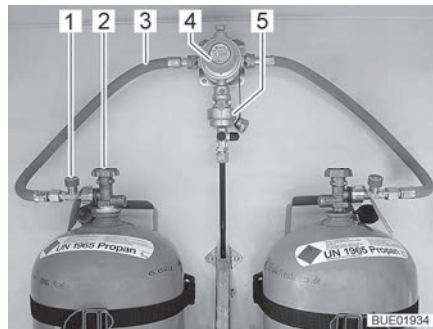
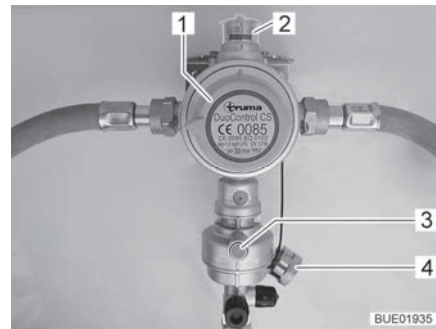
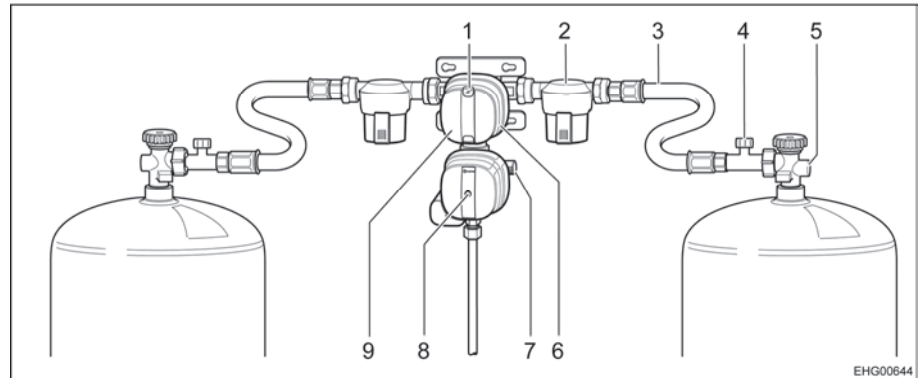

Fig. 69 Bombole del gas con DuoControl
Fig. 70 Impianto di regolazione DuoControl
Fig. 71 Impianto di regolazione pressione gas DuoControl CS
L'impianto di regolazione DuoControl consiste in una valvola di commutazione (Fig. 69,4) e un sensore crash (Fig. 69,5). L'impianto di regolazione DuoControl è installato tra i tubi flessibili del gas (Fig. 69,3) con un dispositivo antirottura del tubo flessibile (Fig. 69,1). Con la manopola (Fig. 70,1) sulla valvola di commutazione è possibile stabilire quale delle bombole del gas viene utilizzata come bombola in uso e quale come bombola di riserva. Nella finestra di controllo (Fig. 70,2) viene visualizzato lo stato del rifornimento di gas:
Il funzionamento con una sola bombola del gas è consentito, ma in questi casi il collegamento aperto deve essere assolutamente chiuso con una copertura cieca (Fig. 70,4).
Il sensore crash blocca l'alimentazione del gas in caso di forti vibrazioni (es. incidente). Il sensore crash viene azionato mediante pressione del tasto reset verde (Fig. 70,3).
Il dispositivo antirottura del tubo flessibile (Fig. 69,1) blocca il flusso di gas quando il tubo flessibile collegato si rompe. Il dispositivo antirottura del tubo flessibile deve essere attivato premendo il tasto verde.
L'impianto di regolazione DuoControl consiste in una valvola di commutazione con sensore crash (Fig. 71,9). L'impianto di regolazione DuoControl è montato tra i tubi flessibili per alta pressione (Fig. 71,3) con dispositivo antirottura del tubo flessibile (Fig. 71,4). Con la manopola (Fig. 71,6) sulla valvola di commutazione è possibile stabilire quale delle bombole del gas viene utilizzata come bombola in uso e quale come bombola di riserva.
Sull'indicatore di stato (Fig. 71,1) viene visualizzato lo stato del rifornimento di gas:
Il funzionamento con una sola bombola del gas è consentito, ma in questi casi il collegamento aperto deve essere assolutamente chiuso con un coperchio a vite (Fig. 71,7).
Il sensore crash blocca l'alimentazione del gas in caso di forti vibrazioni (es. incidente). Il sensore crash viene azionato mediante la pressione del pulsante di reset giallo (Fig. 71,8).
Il dispositivo antirottura del tubo flessibile (Fig. 71,4) blocca il flusso di gas quando il tubo flessibile collegato si rompe.
Tramite la centralina di controllo (Fig. 72) è possibile attivare e disattivare l'alimentazione del gas tramite l'impianto di regolazione DuoControl. Le valvole principali di arresto (Fig. 71,5) delle bombole del gas e i rubinetti di arresto del gas degli apparecchi devono essere aperti manualmente.
- la manopola (Fig. 71,6) sulla valvola di commutazione selezionare la bombola del gas, da cui proviene la principale alimentazione del gas (bombola in uso). Girare la manopola fino all'arresto.
- Aprire le valvole principali di arresto (Fig. 71,5) delle bombole del gas.
- Attivare il dispositivo antirottura del tubo flessibile. Premere per circa 5 secondi il tasto verde (Fig. 69,1) e rispettivamente il dispositivo antirottura del tubo flessibile (Fig. 71,4). Nella finestra di controllo e rispettivamente sull'indicatore di stato (Fig. 71,1) compare la tacca verde.
- Chiudere le valvole principali di arresto (Fig. 69,2 e rispettivamente Fig. 71,5) sulle bombole del gas.
Se la spia di controllo verde (Fig. 72,6) si spegne durante il funzionamento e la spia di controllo rossa (Fig. 72,5) si accende, significa che la bombola in uso è vuota e deve essere sostituita. Nella finestra di controllo (Fig. 70,2) e rispettivamente nell'indicatore di stato (Fig. 71,1) compare la tacca rossa. La bombola di riserva continua ad alimentare le utenze a gas.
- Ruotare di mezzo giro la manopola (Fig. 71,6) in direzione della bombola del gas utilizzata. In questo modo questa bombola del gas ora è la bombola in uso, mentre la bombola del gas vuota diventa la bombola di riserva. La tacca nella finestra di controllo (Fig. 70,2) e rispettivamente nell'indicatore di stato (Fig. 71,1) passa da rossa a verde.
- Chiudere la valvola principale di arresto (Fig. 69,2 e rispettivamente Fig. 71,5) sulla bombola del gas vuota. Osservare la direzione della freccia.
- Attivare il dispositivo antirottura del tubo flessibile. Premere per circa 5 secondi il tasto verde (Fig. 69,1) e rispettivamente il dispositivo antirottura del tubo flessibile (Fig. 71,4).